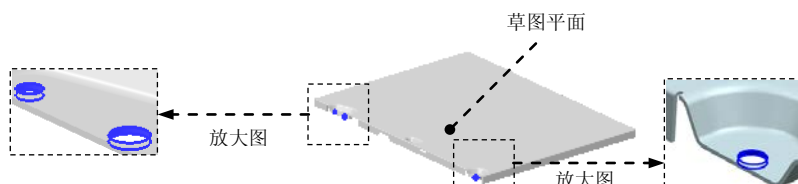

图 8.7.27 法向除料特征 1
Step12. 创建图 8.7.27 所示的法向除料特征 1。
(1) 选择命令。在“主页”功能选项卡“钣金”工具栏中单击 按钮，选择 法向除料命令。
(2) 定义特征的截面草图。
① 选取草图平面。在系统 的提示下，选取图 8.7.27 所示的模型表面为草图平面。